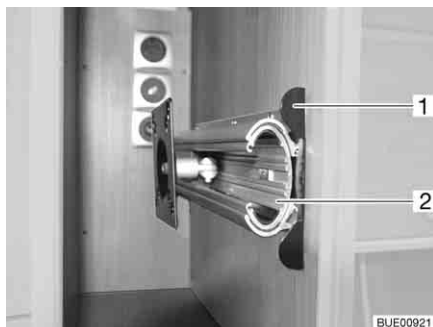

Bild 45 Fäste i TV-skåp
- Tryck in låslisten (Bild 45,1).
- Drag ut utdragsanordningen (Bild 45,2) till stoppläget.
- Skjut in utdragsanordningen (Bild 45,2), tills låslisten (Bild 45,1) hakar i.